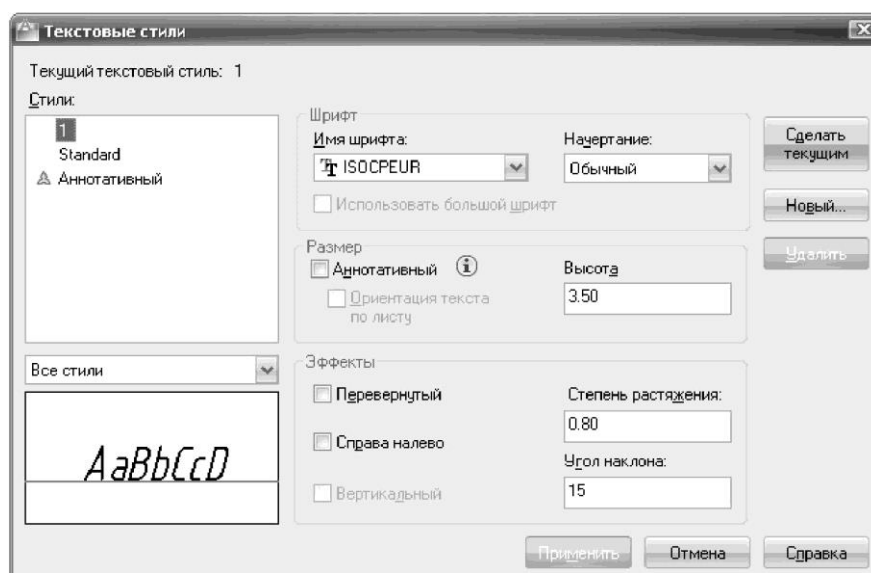

Рисунок 12. Диалоговое окно «Текстовые стили»
- 2 В диалоговом окне «Текстовые стили» (рис.12):